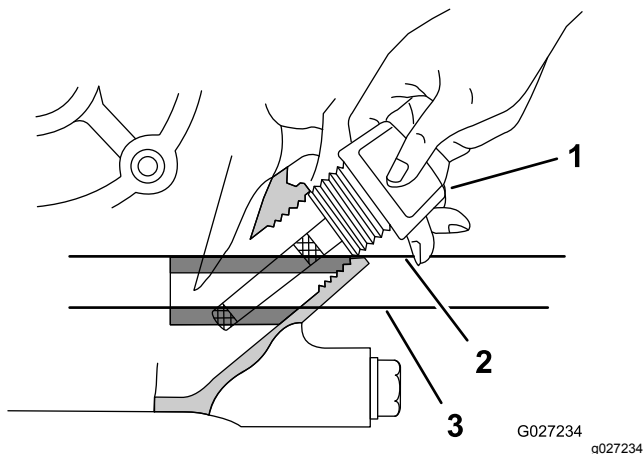

図 13
4. エンジンからディップスティックを抜きウェスで一度きれいに拭く(図 13)。
5. 図 13 のようにディップスティックをエンジンに差し込む。
6. ディップスティックを引き抜いてオイル量を確認する図 13。
注 ディップスティックについている 2 つの格子模様の間が全部オイルで濡れていればオイル量は適正です図 13。
8. ディップスティックを取り付けて手締めする図 13。